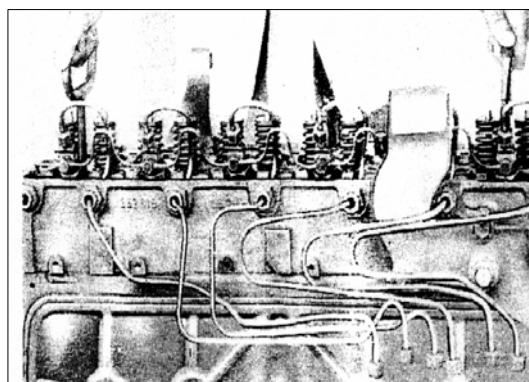

РИС. 67
- 8) Вкрутите специальные рукоятки 312 589 0131 в головку цилиндра и снимите её (рис. 67).